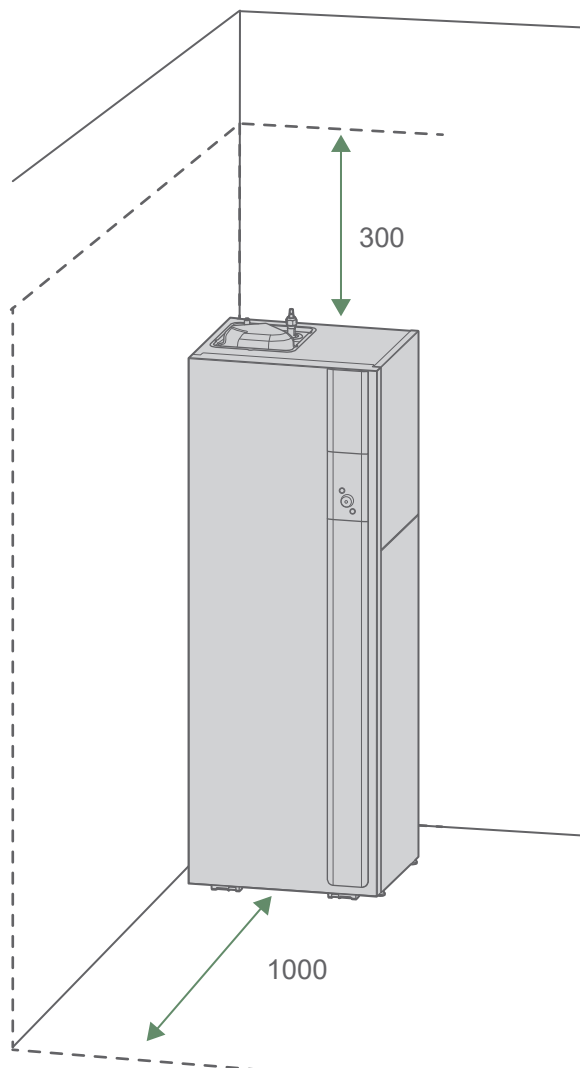

fig. 18 - Dégagements minimum d'installation autour du module hydraulique pour l'entretien
- Pour faciliter les opérations d'entretien et permettre l'accès aux différents organes, il est conseillé de prévoir un espace suffisant tout autour du module hydraulique (*fig. 18*).